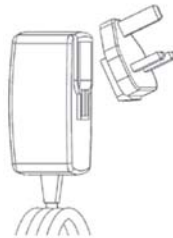

Figure 3 - Alimentation électrique
- Chargeur - fourni avec un jeu d'adaptateurs pour l'utilisation dans plusieurs pays (Figure 3)